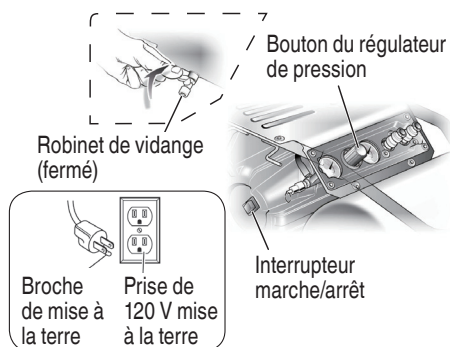

Fig. 10
- S'assurer que le robinet de vidange du réservoir est fermé (Fig. 10).
- S'assurer que l'interrupteur **MARCHE/ARRÊT** est dans la position **ARRÊT (O)** et que le compresseur est débranché (Fig. 10).
- S'assurer que le bouton du régulateur de pression soit complètement tourné dans le sens antihoraire (Fig. 10).